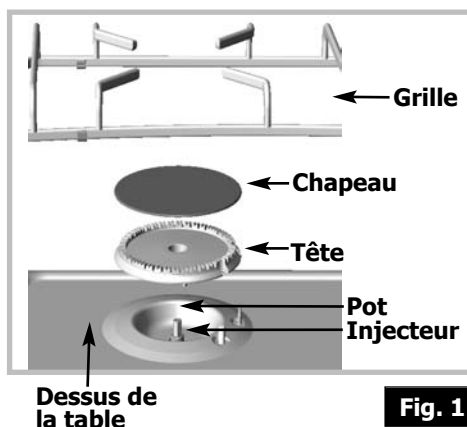

Fig. 1
- ❶ Adapter le raccordement gaz
- ❷ Changer les injecteurs
- ❸ Régler les ralents des robinets
❶ **ADAPTEZ LE RACCORDEMENT** de la table au nouveau réglage gaz. Reportez-vous au paragraphe "**Raccordement gaz**".
❷ **CHANGEZ LES INJECTEURS** en procédant comme suit :
- Dévissez à l'aide de la clé fournie les injecteurs situés dans le fond de chaque pot et ôtez-les (**fig 1**).